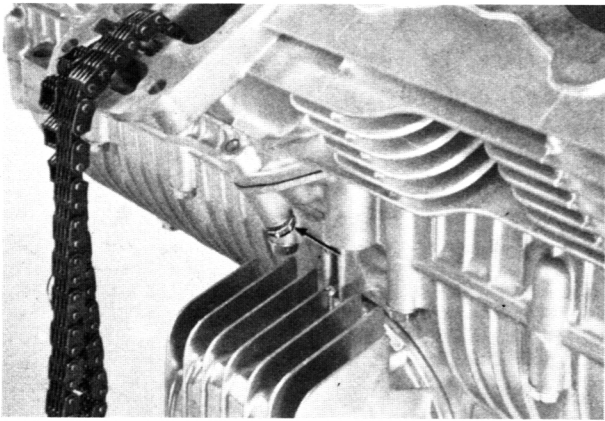

Bild 49
- Die Mutter an der unteren vorderen Zylinderbasis entfernen (Bild 49).
- Zylinderbasismutter (Bild 49) fest anziehen.